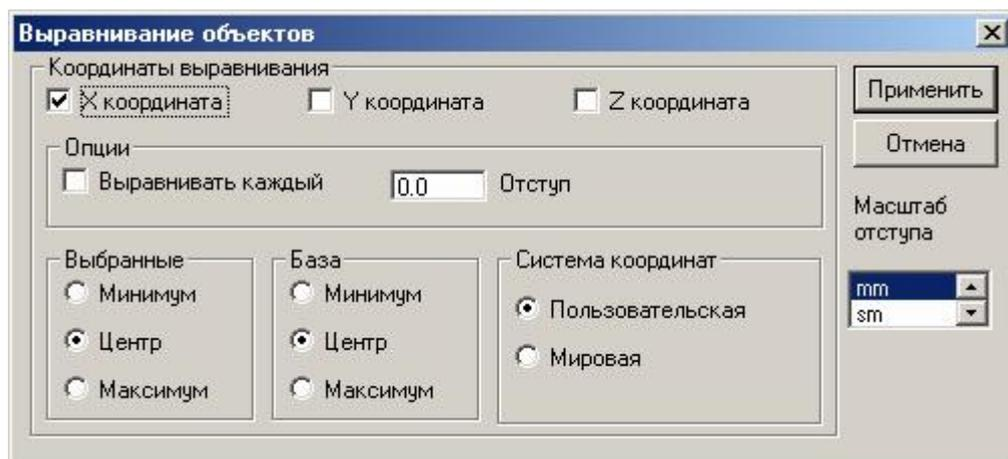

Рис. 45 Диалоговое окно *Выравнивание объектов*
3. В появившемся диалоговом окне (рис. 45) следует указать параметры выравнивания и нажать кнопку *Применить*.